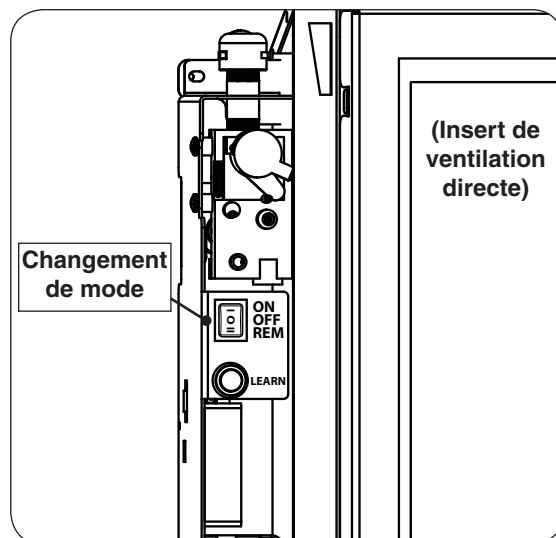
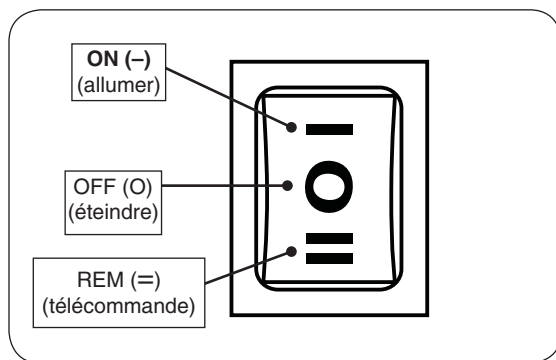

Fig. 42-1 Boîtier commande (Côté gauche l'unité)
Fig. 42-2 Détails du commutateur de mode
1. Ouvrez la porte d'accès. Localisez le commutateur de mode 3 positions sur le boîtier de commande (voir Fig. 42-1). Appuyer sur l'interrupteur jusqu'à la position **ON (-)** (allumer) (voir Fig. 42-2). Le système émettra un bip et la séquence d'allumage commencera.